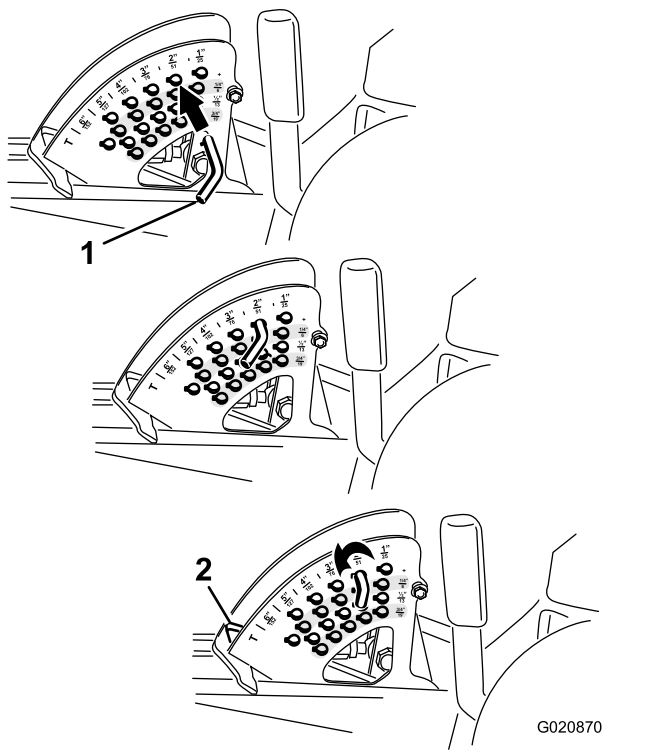

図 24
2. ストップピンについているロールピンを回してピンと刈高設定穴のスロットとが整列したところでピンを抜き取る 図 24。
3. 刈高ブラケットについている穴から、希望する刈高に対応する穴を見つけ、その穴にピンを通し、ピンを回してロックする 図 24。
注 穴は全部で4列あります 図 24。外周側の列は、外周部に刻印されている通りの刈高の穴です。2 列目の穴は、それぞれ 1 列目プラス 6 mm の刈り高となります。3 列目の穴は、それぞれ 1 列目プラス 12 mm の刈り高となります。一番下の列の穴は、それぞれ 3 列目プラス 18 mm の刈り高となります。刈高 158 mm だけは例外で、2 列目のはずれにあります。この穴にセットすると 刈高 152 mm となります 6 mm アップにはなりません。